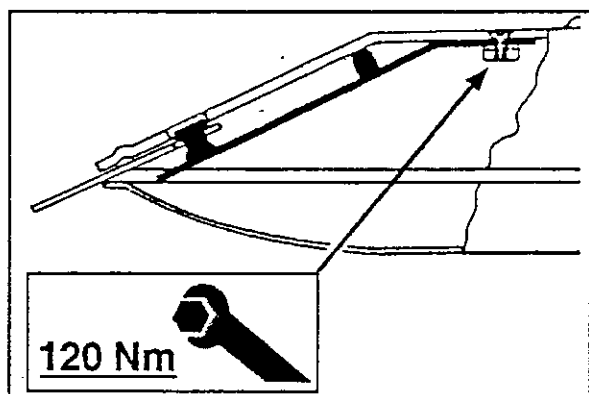

fig. 4-38
- Fixer le nouveau ressort avec un couple de serrage de 120 Nm (fig. 4-38).